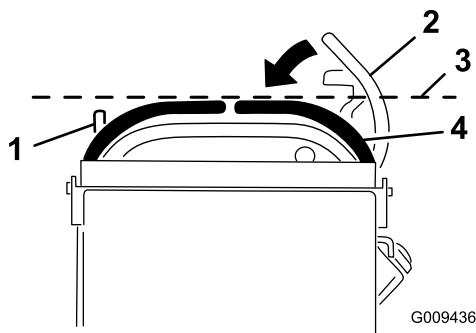

Figure 69
3. Abaissez le levier de commande de déplacement droit pour quitter la position de verrouillage au point mort (Figure 69).
4. Vérifiez que le levier de commande de déplacement droit s'aligne horizontalement sur le levier de commande de déplacement gauche (Figure 69).